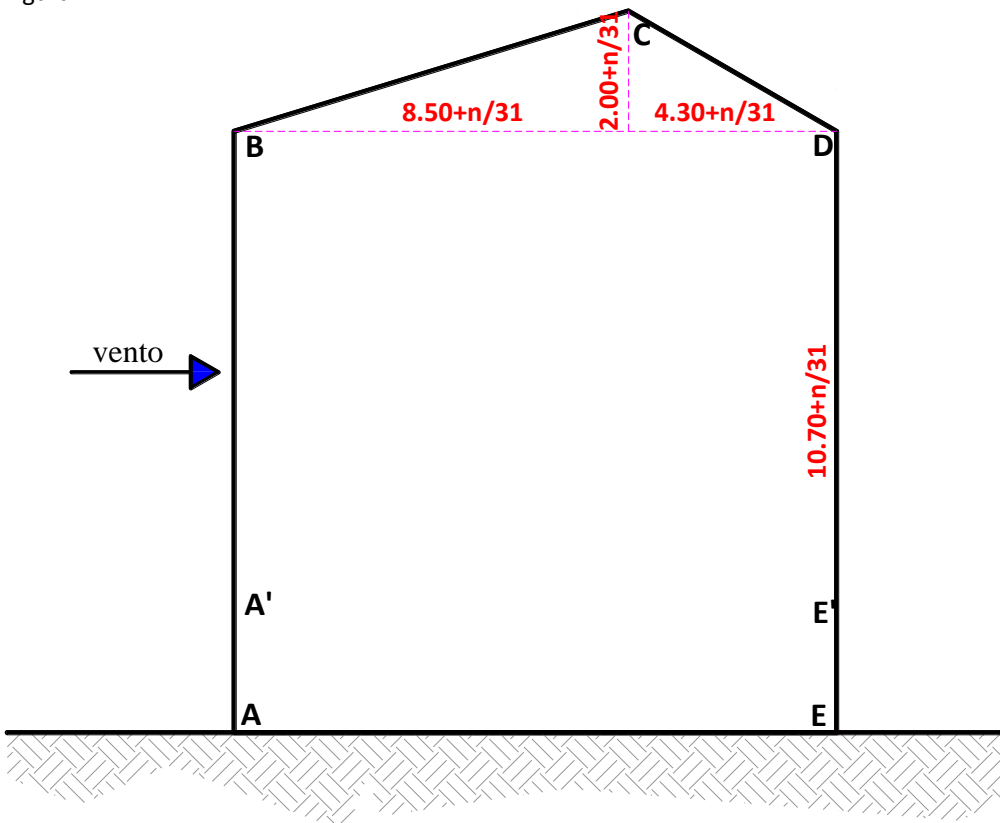

Figura 2
- Determinare l'azione della neve sulla copertura dell'edificio in figura 2, posto che si debba edificare in nella Zona Geografia _____ con $as =$ _____ m;
- Determinare l'azione del vento sull'edificio in figura. 2, posto che si debba edificare nella Zona Geografia _____ con $as =$ _____ m;